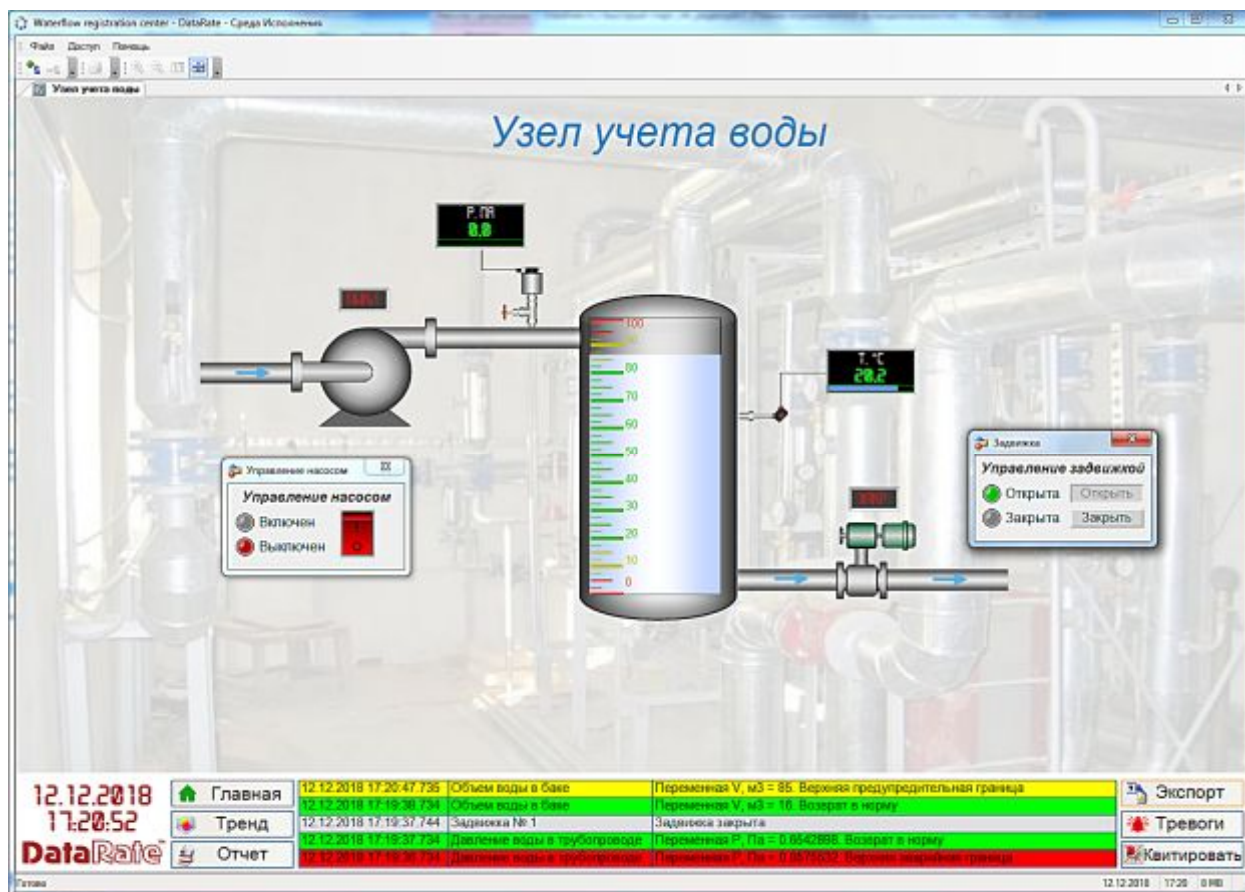

Рисунок 3.6 – Виртуальные приборы управления насосом и задвижкой
- 3 Для управления насосом и задвижкой щелкните по их изображению в окне приложения (рисунок 3.6). В открывшихся виртуальных приборах управления с помощью переключателя включите/выключите насос и с помощью кнопок **Открыть/Закрыть** измените состояние задвижки.